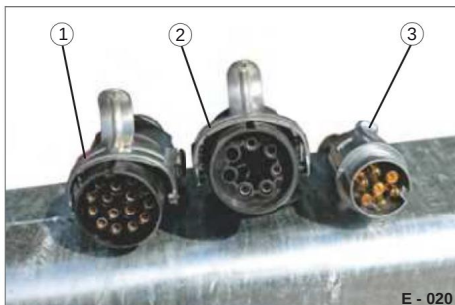

Fig. 21 Connettore 12 V - 24 V
• Collegare il connettore elettrico (Fig. 21/1 o